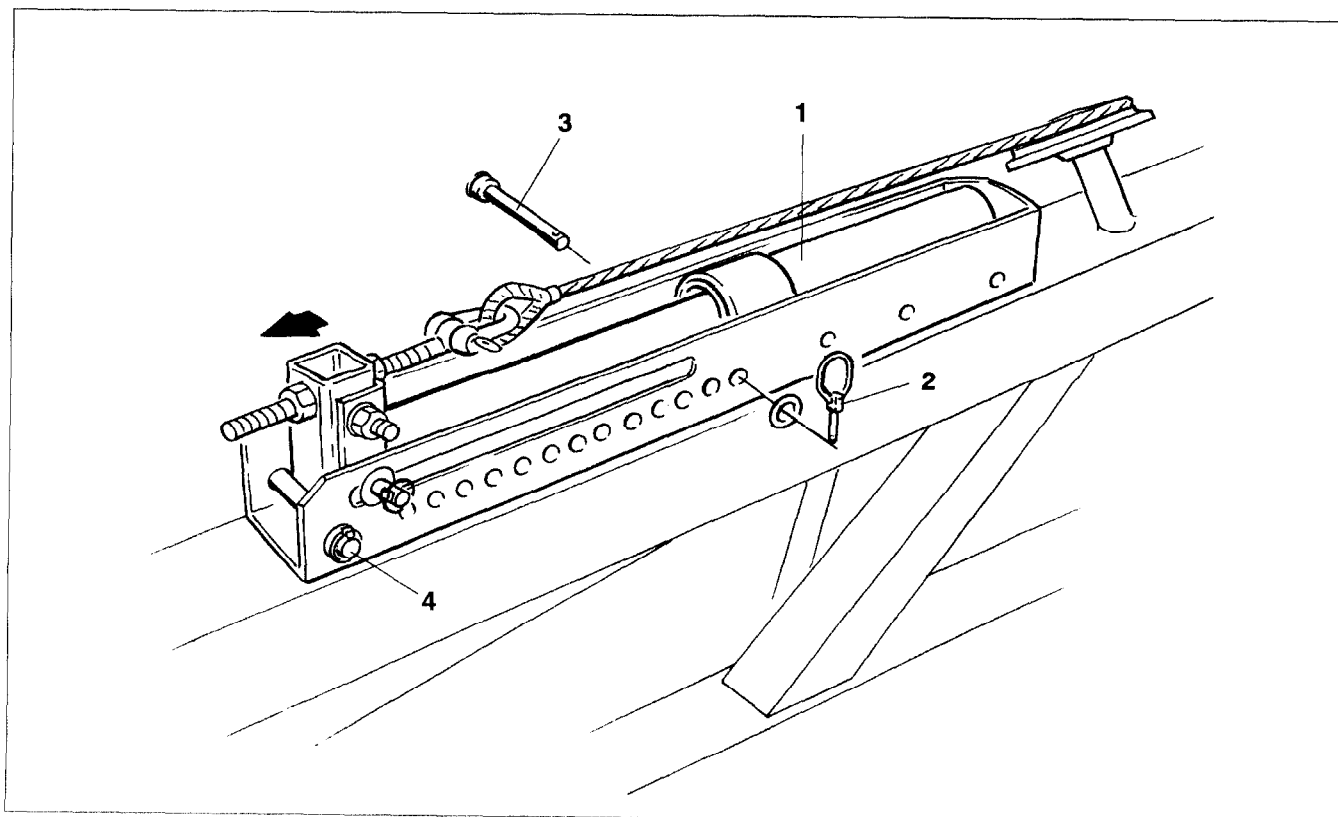

Fig. 9.2
- Mettez en pression le vérin hydraulique (Fig. 9.2/1).